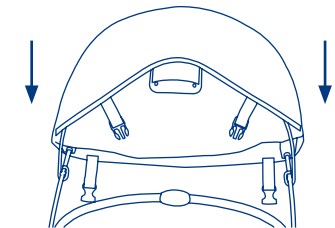

Fig. 10
- 10) • Lift the bottom of the seat pad and the footrest wire. Open the pocket at the bottom edge of the seat pad and pull it over the footrest wire. (Fig. 10)
- Levante la parte inferior de la almohadilla del asiento y el alambre del apoyapiés. Abra el bolsillo del borde inferior de la almohadilla del asiento y páselo por encima del alambre del apoyapiés. (Fig. 10)
- Soulevez le bas du coussin de siège et le cadre métallique du repose-pieds. Ouvrez la poche située sur le bord inférieur du coussin de siège et tirez-la par-dessus le cadre métallique du repose-pieds. (Fig. 10)